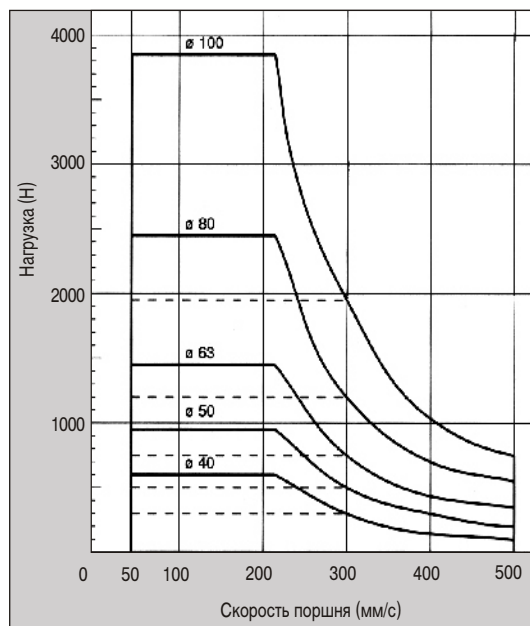

Рис. 2: Допустимая динамическая нагрузка
- Соотношение между скоростью поршня и грузом - см. рис. 2.
На рис.2 показана максимальная динамическая нагрузка в различных рабочих положениях.